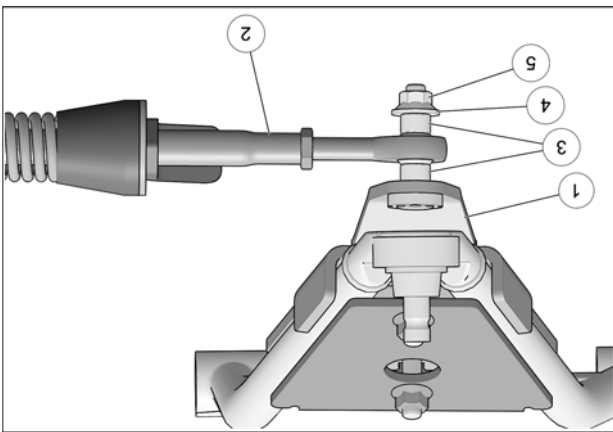

Fig. 12
8. Fixer le bras stabilisateur (2) au boulon déjà installé sur l'ancrage de suspension (1) à l'aide des deux espaces (3), de la rondelle (4) et de l'écrou autobloquant (5). Serrer à un couple de 70 N•m [52 lb•pi]. Voir la Fig. 12